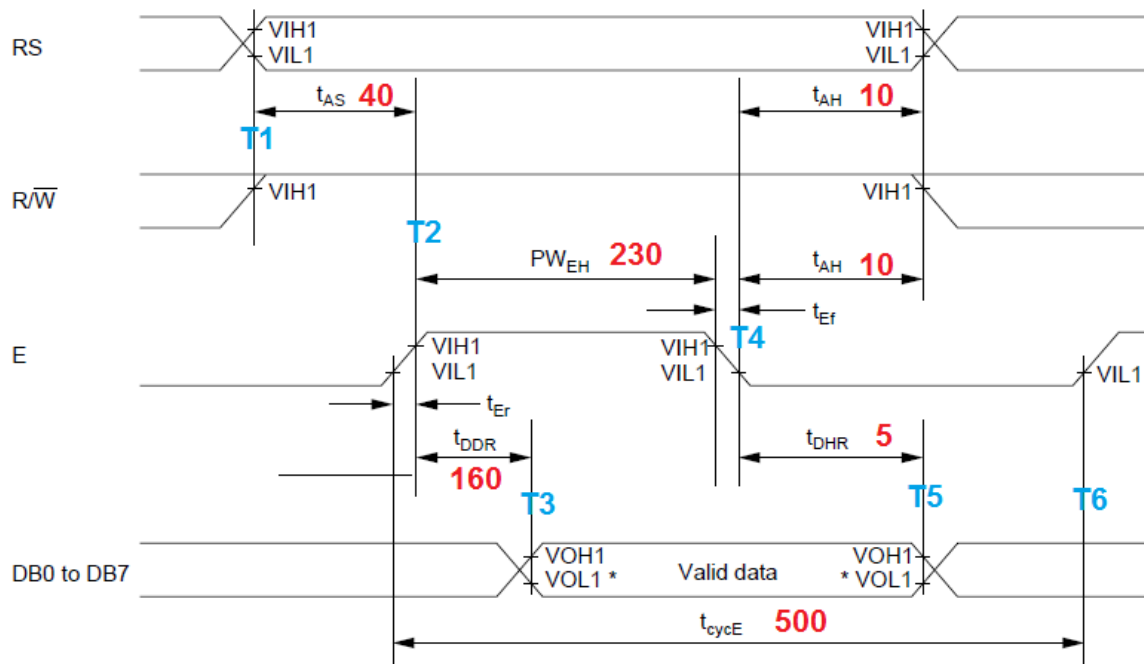

figura 3
Modul în care schema din figura 2 și diagrama de timp din figura 3 este folosită pentru a scrie codul funcției **rd\_LCDreg** este detaliat în continuare. Codul care alcătuiește funcția **este scris cu verde**; restul sunt explicații, comentarii și exemple. Nu le adăugați! **Citiți cu atenție** explicațiile următoare deoarece funcția de scriere registru o veți scrie voi fără indicații!
- În acest moment suntem la momentul **T1** în diagrama din figura 3. Următoarea acțiune este activarea semnalului E (Enable). Din figură se observă ca între T1 și activarea lui E la **T2** trebuie să treacă cel puțin 40 ns. Deci trebuie să așteptăm 40 ns.
- În acest moment suntem în diagrama din figura 3 la momentul **T2**. Acum activăm pe E:
10. După ce am citit datele inactivăm pe E. Deoarece am așteptat 5 nop-uri =  $125 \times 5 = 625$  ns am respectat și timpul cât E trebuie să fie ,1' ( $PW_{EH}$  în figura 3) :